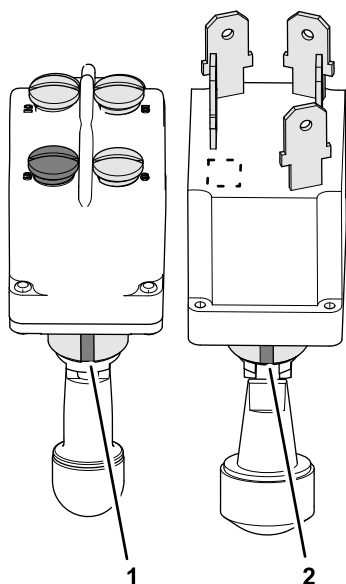

Figure 4
1. Identifiez les rainures de détrompage dans l'ancienne et la nouvelle commande de PDF (Figure 4).